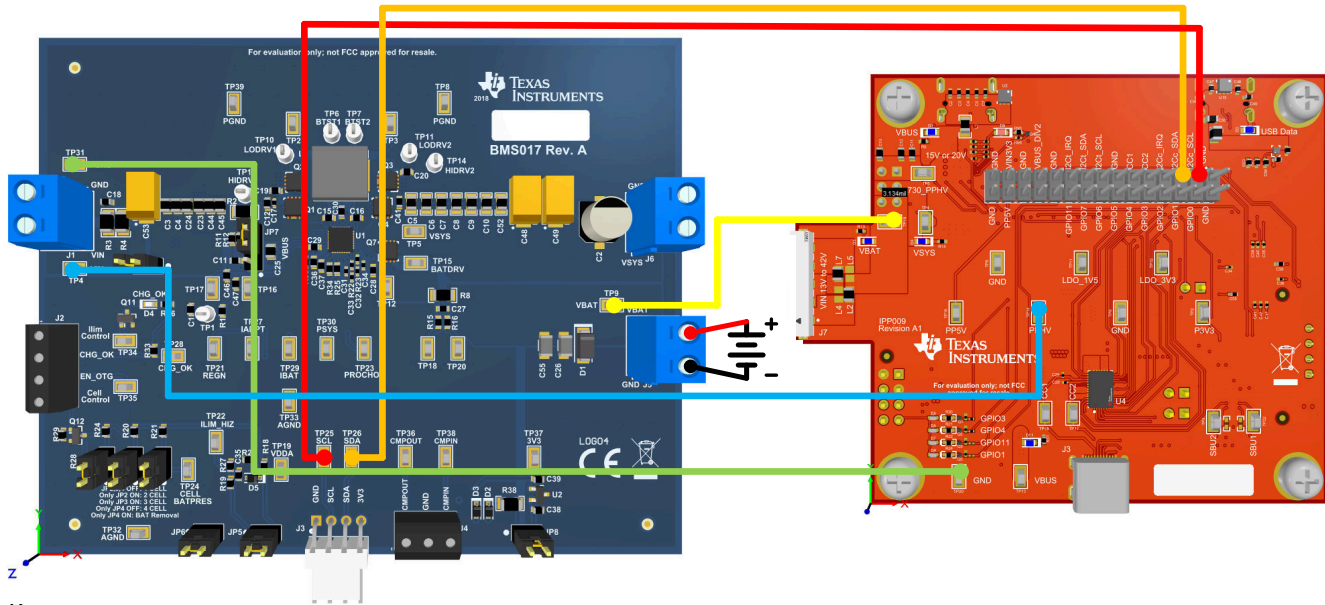

图 4-5. TPS25751EVM 和 BQ25713EVM 硬件设置
2. 使用测试钩夹/跳线连接两个 EVM，如下所示。详情请参阅图 4-5。